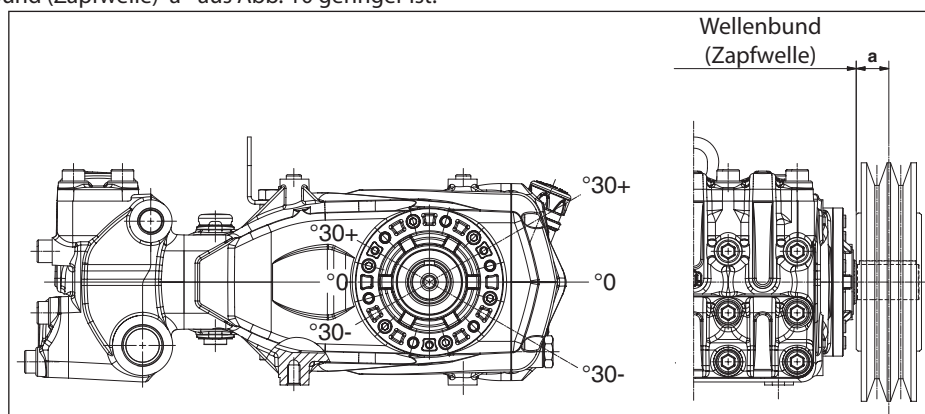

Abb. 10
Die radiale Belastung der Welle darf 4500 N (für die Definition der Anordnung erforderlicher Wert) nicht übersteigen. Der Antrieb gilt als richtig bemessen, wenn die Belastung bei einem maximalen Abstand $a = 50$ mm vom Wellenbund (Zapfwelle) angewandt wird, siehe Abb. 10.
- b) Verwenden Sie Hochleistungsriemen - zum Beispiel **XPB** statt **SPB** - da hierbei weniger Riemen bei gleicher Leistungsübertragung benötigt werden und der Abstand zum Wellenbund (Zapfwelle) "a" aus Abb. 10 geringer ist.
- e) Folgen Sie der Spannungsrichtung des Riemen lt. Angaben in Abb. 10. Wenden Sie sich bei anderen Anforderungen an die **technische Abteilung** oder den **Kundendienst**.